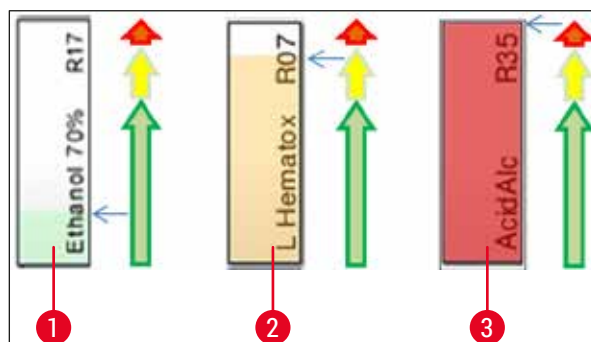

Fig. 70
- Baggrundsfarven viser forbrugsstatus for reagenset (→ "Fig. 70"). Når reagenset forbruges, stiger farvesøjlen fra bunden til toppen, og farven ændrer sig baseret på forbrugsstatus.